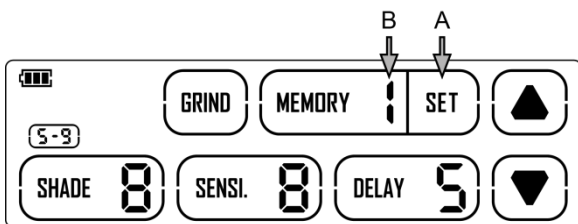

fig. 8b
Paso 3: después de terminar con la configuración, toque "SET" para guardarla (consulte la fig. 8b-A). El "1" que aparece después de "MEMORY" (consulte la fig. 8b-B) parpadeará, lo que indica que el sistema ha guardado los parámetros configurados previamente y ha asignado a este conjunto el nombre "1".